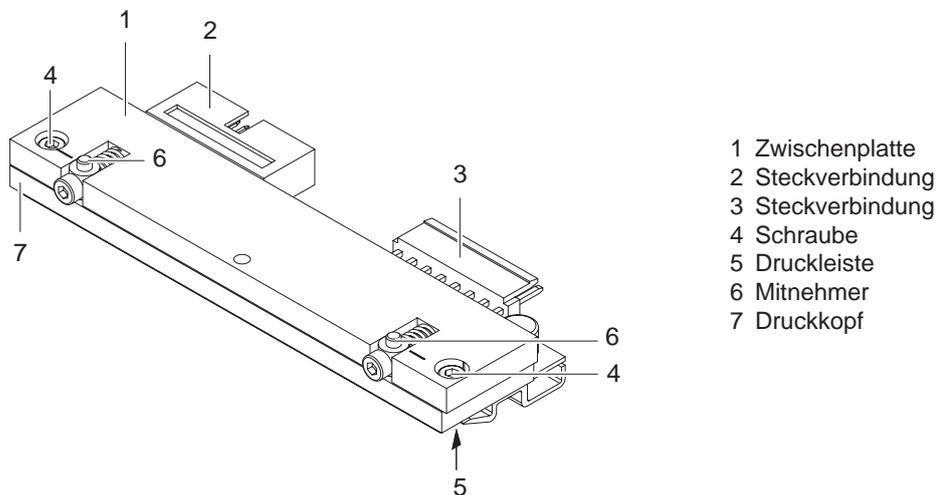

Bild 3 Aufbau des Druckkopfs
2. Druckkopf (7) so im Kopfwinkel (2) positionieren, dass die Mitnehmer (Bild 3/6) in die entsprechenden Bohrungen im Kopfwinkel (2) greifen.
3. Kopfwinkel (2) mit einem Finger leicht auf der Druckwalze halten und korrekte Lage des Druckkopfs (7) im Kopfwinkel (2) prüfen.
4. Mit dem Sechskantschlüssel Schraube (1) mit Scheibe einschrauben und festziehen.